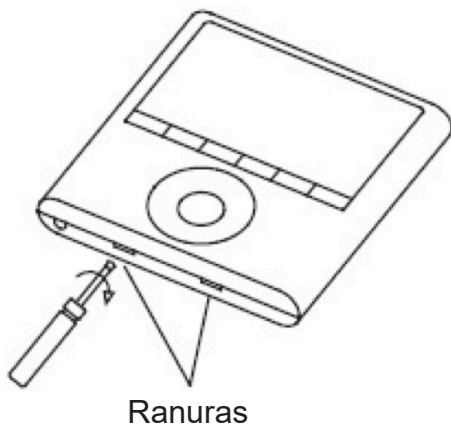

Fig. 3.4
- Retirar la parte superior del control por cable (Fig.3-4)